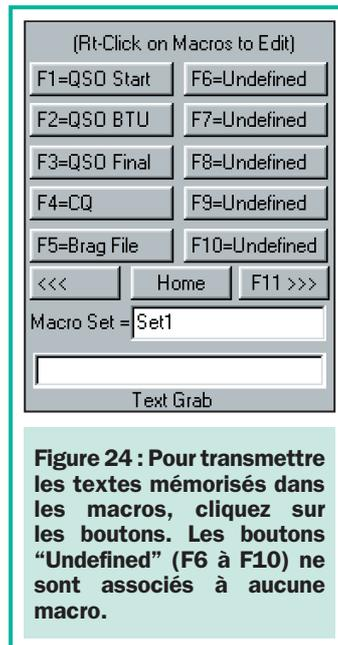

Figure 24 : Pour transmettre les textes mémorisés dans les macros, cliquez sur les boutons. Les boutons "Undefined" (F6 à F10) ne sont associés à aucune macro.
Pour transmettre les textes mémorisés dans les macros, on peut presser les touches F1 à F10 du clavier ou bien cliquer sur les boutons visibles figure 24 : sur chaque bouton rectangulaire un titre est noté, ce qui facilite la recherche de la macro qui vous intéresse.
En bas, à droite de l'inscription "Macro Set", on peut voir quel sous-ensemble a été sélectionné (figure 24).
- **'textgrab'** : insère le texte apparaissant dans la fenêtre "Text Grab" (figure 24).
Chaque set met à notre disposition 10 macros (figure 24 : boutons de F1 à F10).